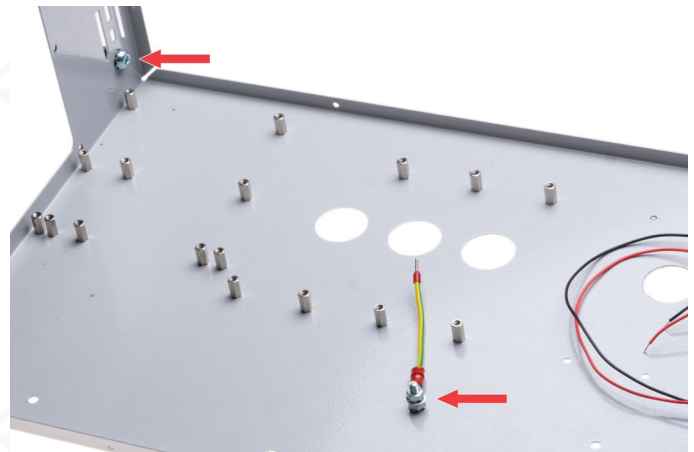

Bild 6: Lage der Erdungsverbindungen
- Entfernen Sie jeweils innen und außen 2 mm um die Bohrungen für die Funktionserdungsschrauben (FE) herum den Lack.
- Montieren Sie die interne Erdungsverschraubung aus der Schraube 33, der Scheibe 36, den Zahnscheiben 38, den Muttern 40 sowie dem Erdungskabel 22 wie in Bild 6 und 7 gezeigt.